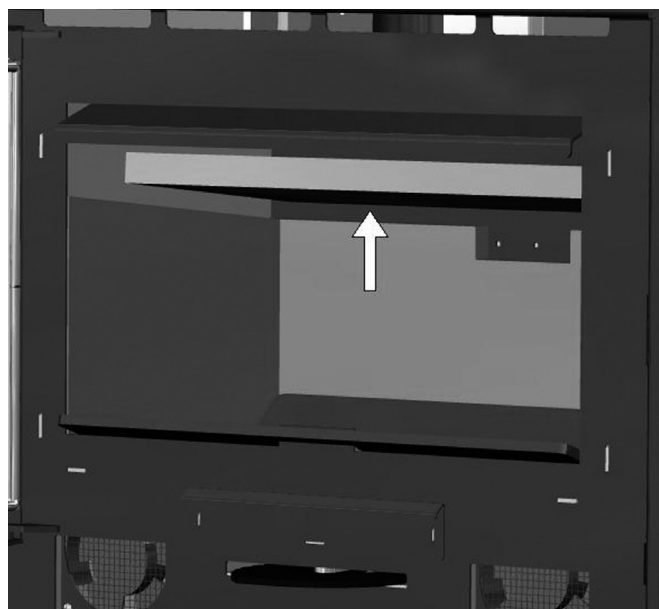

FIG. 6
- Deslizar el deflector hacia arriba, levante mas un lateral que el otro hasta que sea posible bajarle entre las dos sufrideras y sacarle del hogar. Preste atención la vermiculita es fragil (Fig. 6 - 7 - 8).